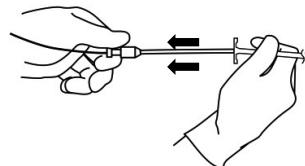

図 2
7) ロックを緩めてダイレータ部とガイドワイヤをゆっくりと抜き取り、シース部のみを残す（図2）。